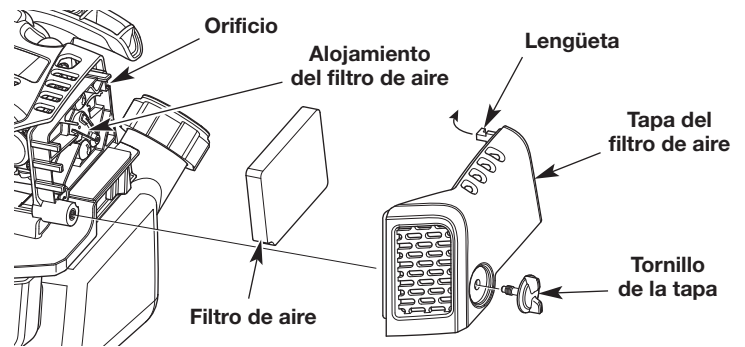

Fig. 15
- Desenrosque completamente el tornillo de la tapa. Gire la cubierta del filtro de aire hacia la derecha. Extraiga la tapa del filtro de aire del alojamiento de dicho filtro (Fig. 15).
- Extraiga el filtro de aire de su alojamiento (Fig. 15).
- Vuelva a instalar el filtro de aire en su alojamiento (Fig. 15).
7. Inserte la lengüeta sobre la cubierta del filtro de aire dentro del orificio en el alojamiento del filtro de aire. Gire la cubierta del filtro de aire hacia la izquierda. Oprima la tapa del filtro de aire nuevamente en el alojamiento de dicho filtro. Inserte el tornillo de la tapa dentro de la tapa del filtro de aire. Apriete el tornillo de la tapa para sujetar dicha tapa (Fig. 15).